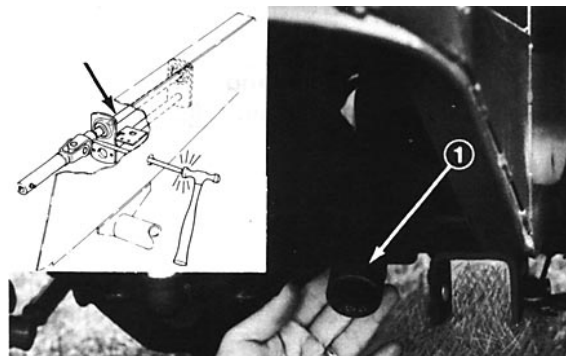

Fig. 8
2. Togliere i 5 dadi della ruota e togliere la ruota dall'asse per sgomberare il foro di accesso nel fianco dell'intelaiatura (Fig. 8).
3. Girare l'albero della presa di forza per allinearne il foro con il foro nell'intelaiatura (Fig. 8).
4. Attraverso il foro nell'intelaiatura, usare cacciachiodi e martello per spingere in fuori il rullo dall'albero della presa di forza e l'albero in uscita (Fig. 8).